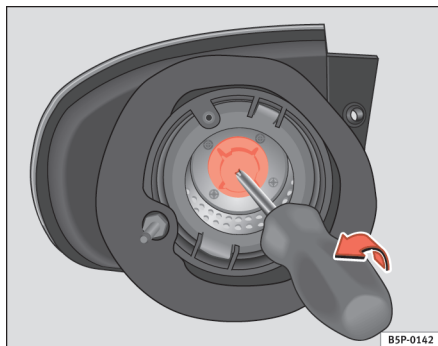

Fig. 195 Blinklys
- Tag blinklysets fatning ud i pilens retning med en skruetrækker ⇒ fig. 195.